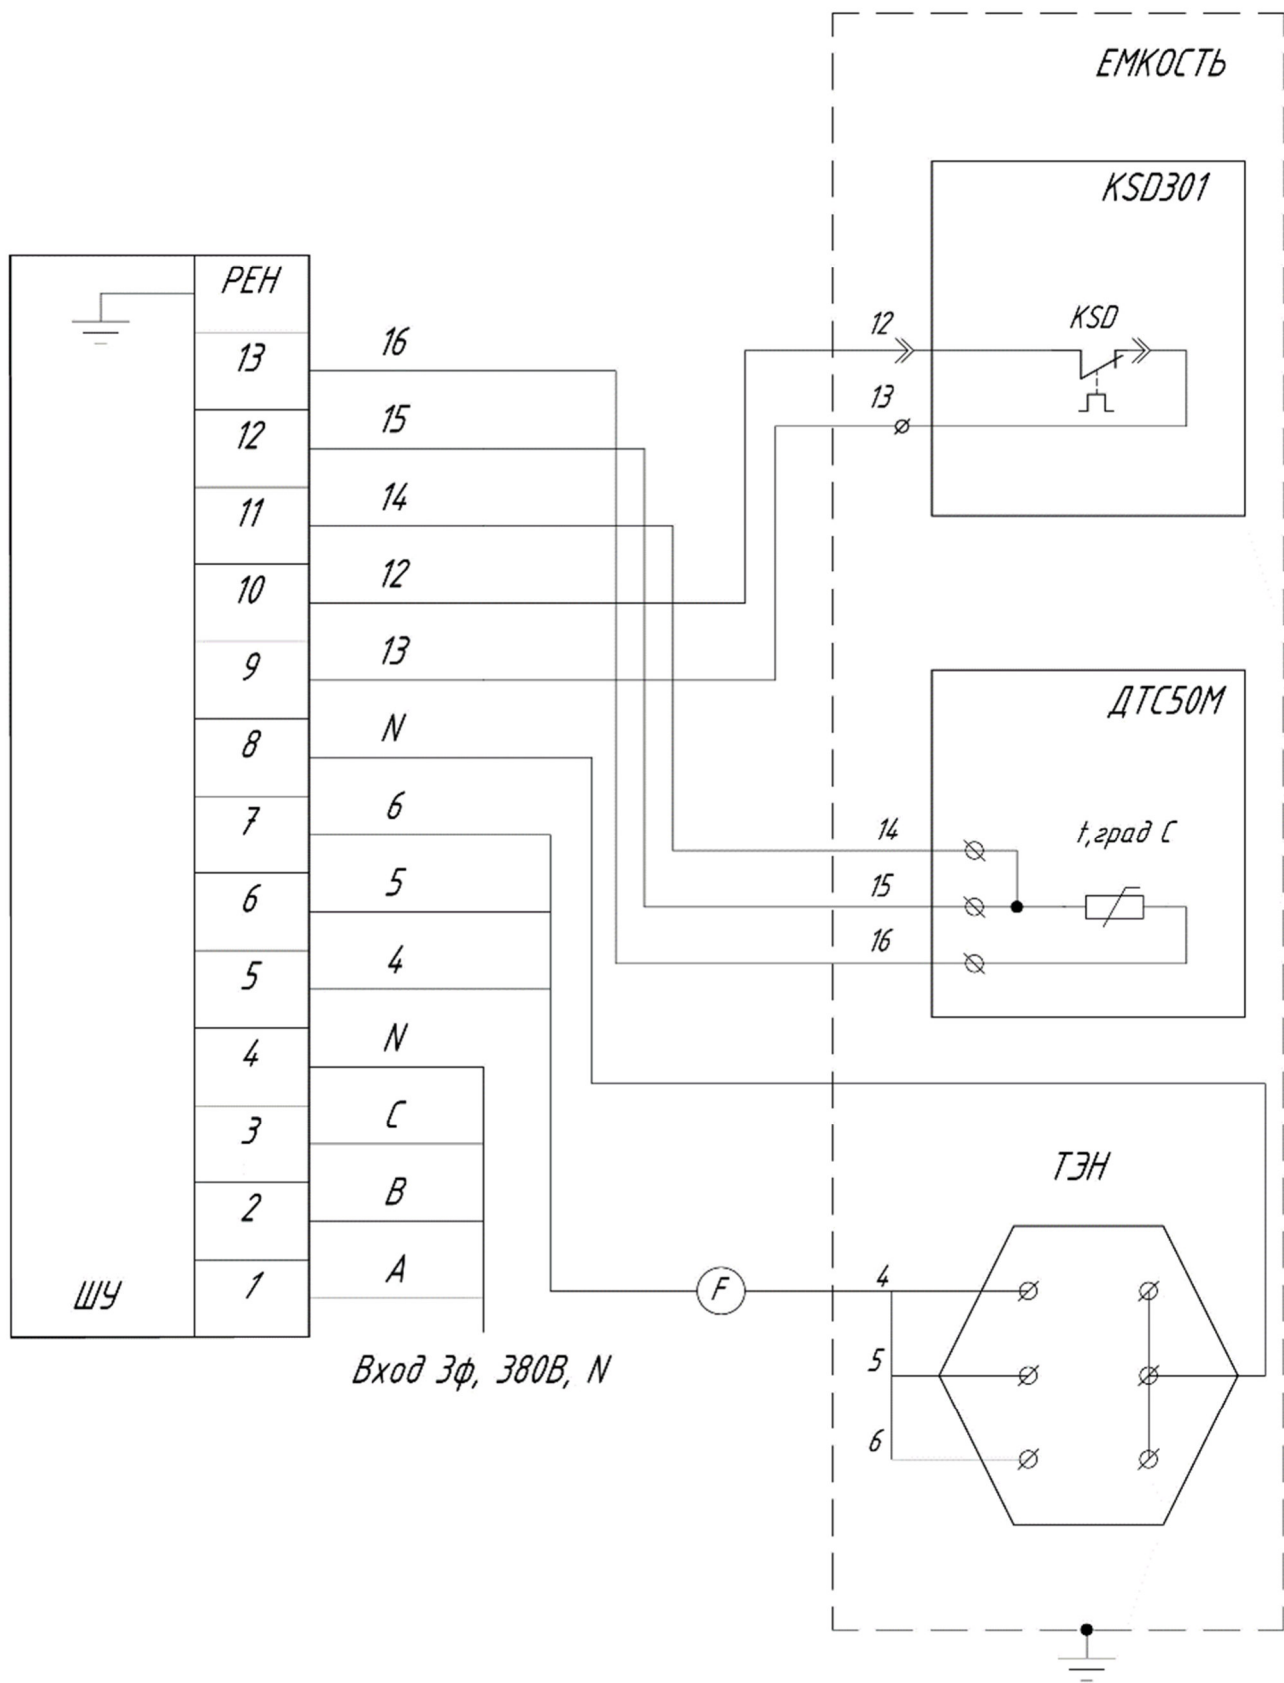

Рис. 4 – Схема подключения шкафа управления водонагревателя к электрической сети
**Работы по подключению выполнять согласно схеме соединений рис.4. на странице 12**
- Подсоединить жилы кабеля согласно схеме соединений (рис.4).
- Подключить кабель управления от терморегулятора к резервному термостату и кондуктометрическому датчику уровня, согласно схеме соединений (рис.4).
- Подключить кабель управления от терморегулятора к датчику термосопротивления (ДТС50М), согласно схеме соединений (рис.4).